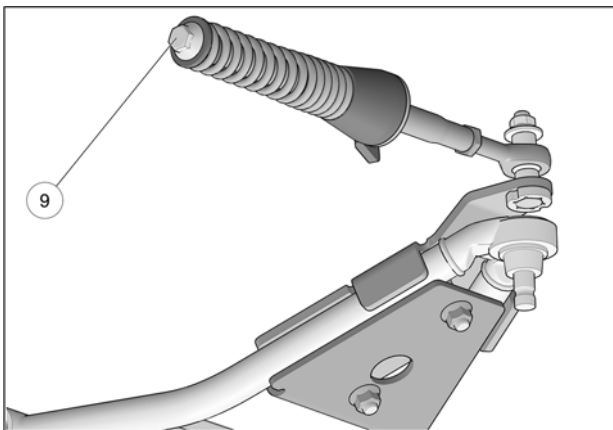

Fig. 13
9. Vérifier que le boulon du ressort (6) est serré au couple recommandé : 75 N•m [55 lb•pi]. Fig. 13